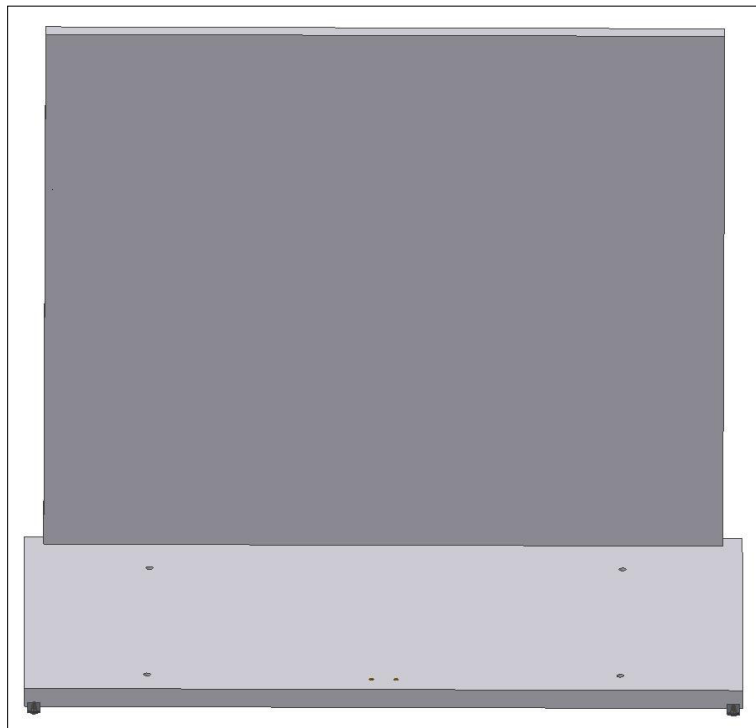

Fig. 3
- Inserire **il pannello del retro** sul pannello del fondo e fissare (Fig.3);